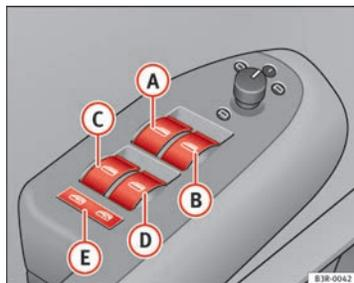

Fig. 79 Detalle de la puerta del conductor:
- A** Conmutador ⇒ fig. 79 para la ventanilla de la puerta del conductor
Con el interruptor de seguridad ⇒ fig. 79 **E** es posible desconectar los interruptores de las puertas traseras. Sólo cuando este interruptor está bajado será posible abrir y cerrar las ventanillas desde los asientos traseros.